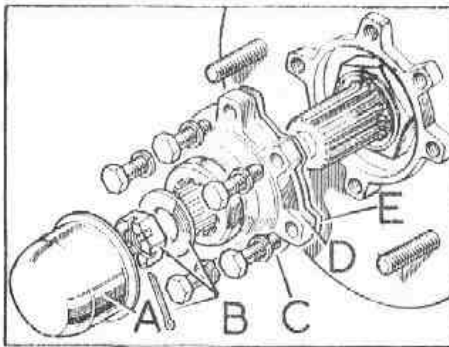

Fig. F-9 Brida del buje
- 1.9. Utilizando una junta y una empaquetadura de fieltro nuevas, se fijará la brida, D (Fig. F-9), al buje y mangueta, teniendo en cuenta que la empaquetadura ha de situarse con la cara de caucho hacia la parte exterior. Los tornillos de la brida se apretarán con una tensión de 18 lb/pié (3,9 mkg); y la tuerca de la mangueta con una tensión de 10 á 15 lb/pié (1,4 mkg á 2 mkg), y se fijará con una clavija nueva.
- 1.6. Ejerciendo palanca, con un destornillador, se separará el tapacubos, A (Fig. F-9).